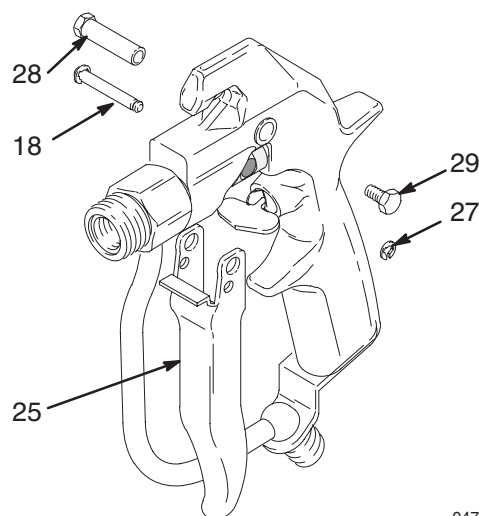

Рис. 8 04732
4. Выньте один e-образный зажим (27). Вытащите штифт (18). Выньте винт (29), палец шарнира (28) и курок (25). См. Рис. 8.